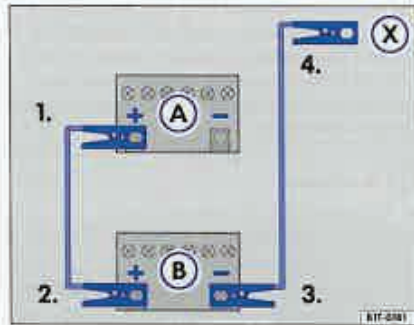

Fig. 61 Schema conectării cablului auxiliar.
În imaginea ⇒ fig. 61, (A) este bateria descărcată și (B) bateria furnizoare.